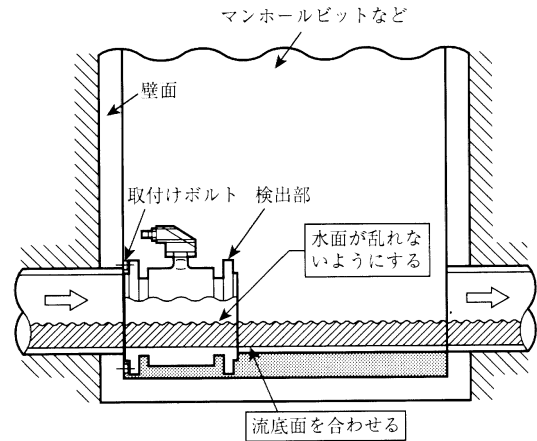

図 8 検出器取付例
- (3) 図 8 のように、マンホールピットの壁面などに取り付ける場合は、壁面と検出器端面との間にガスケットを挟み込み、ボルトで直接取り付けます。据付けにあたっては、次の点に注意してください。